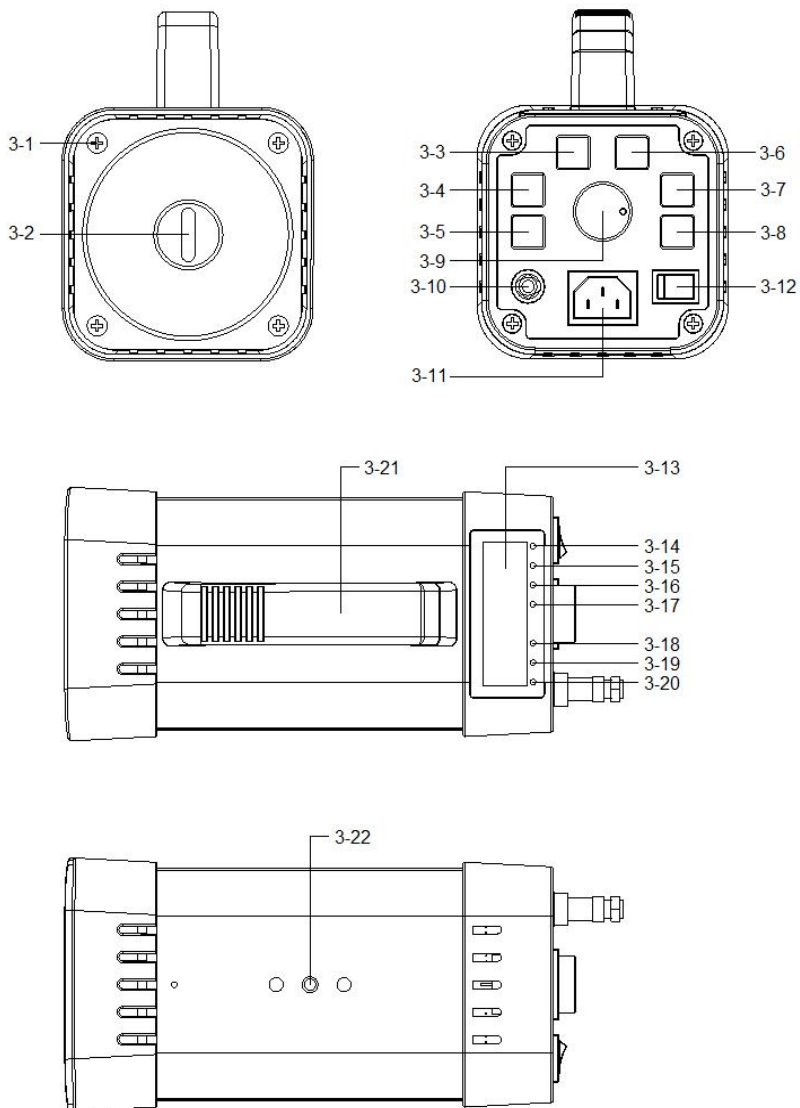

Fig. 1
- 1) Collegare il cavo di alimentazione alla presa di corrente "3-11, Fig. 1".
- 4) Non utilizzare le dita o altri strumenti per toccare il "tubo allo xeno" (3-2, Fig. 1)
2) Premere il tasto di accensione (3-12, Fig. 1) per accendere lo stroboscopio.
3) Premere il tasto int/Ext. (3-3, Fig. 1) per selezionare la Modalità di segnale interno.
Usare il tasto "x 2" (3-4, Fig. 1) per impostare il valore dello schermo vicino alle RPM del segnale di impostazione di stima approssimata.
* *Premere il "Tasto ÷ 2" (3- 5, Fig. 1) per dividere il valore mostrato nello schermo per due.*
Ruotare il selettore (3-9, Fig. 1) per impostare il valore esatto dello schermo.
Usare il tasto "+" (3-7, Fig. 1) , "- " (3-8, Fig. 1) per impostare il valore esatto visualizzato.
- 4) Usare il tasto int/Ext (3-3, Fig. 1) selezionare la modalità di segnale esterno. Con il tasto di modalità (3-6, Fig. 1) selezionare la seguente funzione di applicazione.
- 1) Allentare (ruotare) le viti del coperchio anteriore (3-1, Fig. 1) e rimuovere il coperchio protettivo anteriore e i riflettori di luce.